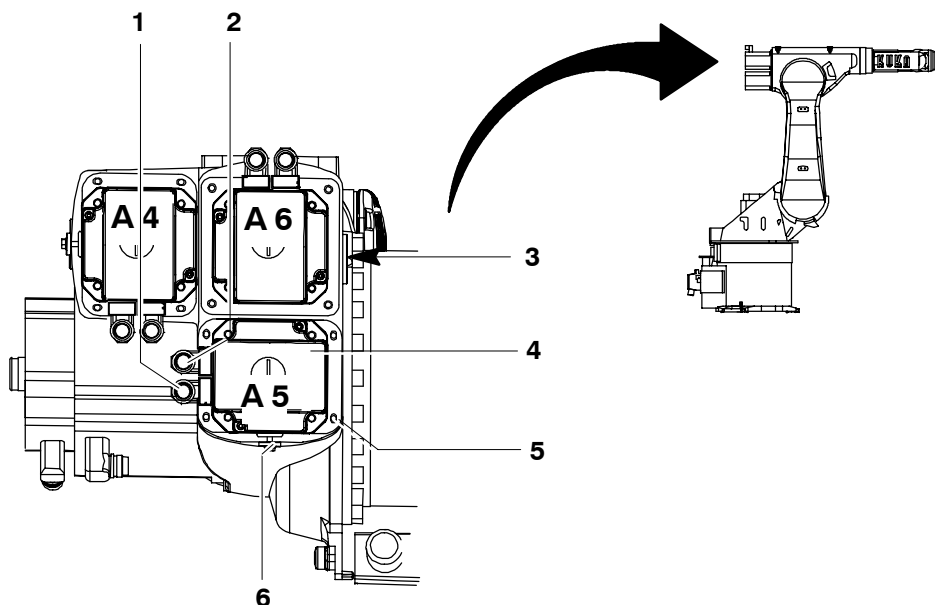
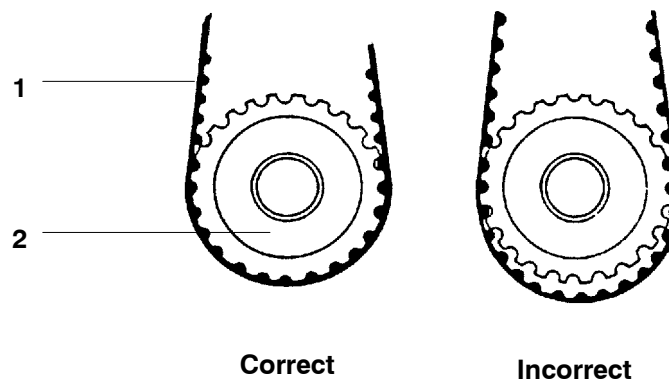

Fig. 98 Démontage et montage de l'entraînement de l'axe du poignet A5
Fig. 99 Courroies dentées et pignons de courroie dentée
- (1) Desserrer et retirer les connecteurs XM5 et XP5 des connecteurs femelles (Fig. 98/1, 2).
- (2) Enlever le couvercle (3).
- (3) Desserrer la vis de réglage (6) de plusieurs tours.
- (4) Dévisser quatre vis à six pans creux M6x25 (5) sans oublier les rondelles-frein et retirer l'entraînement de l'axe du poignet (4).
- (1) Le cas échéant procéder à la déconservation de l'entraînement de l'axe du poignet A5 (Fig. 98/4) afin de le monter. Poser la courroie dentée (Fig. 99/1) sur le pignon de courroie dentée (2).
Monter l'entraînement de l'axe du poignet de façon à ce que les connecteurs femelles (Fig. 98/1, 2) destinés aux connecteurs XM5 et XP5 se trouvent à gauche.
Lors du montage de l'entraînement de l'axe du poignet, veiller à ce que la courroie dentée et le pignon de la courroie dentée s'engrènent conformément à la Fig. 99.
- (2) Monter quatre vis à six pans creux M6x25 (Fig. 98/5) sans oublier les rondelles-frein et serrer ensuite les vis à six pans creux jusqu'à ce que l'entraînement de l'axe du poignet puisse être poussé sans jeu.
- (3) Régler la tension de la courroie dentée (voir le chapitre 11, "Réglage").
- (4) Serrer légèrement la vis de réglage (6).
- (5) Connecter les connecteurs XM5 et XP5.
- (6) Procéder au réglage du point zéro (voir manuel logiciel KR C4, chapitre "Mise en service", paragraphe "Calibration/Décalibration du robot").
- (7) Monter le couvercle (3).
- (8) Vérifier la tension d'une courroie dentée neuve après env. 100 heures de service (voir le chapitre 11, "Réglage").